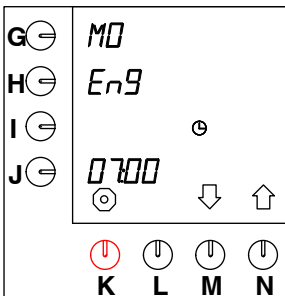

Fig. 30 Språkinställning
- Efter 10 sekunder visas standardinställningen "EnG" blinkande bredvid programmeringstangenten (fig. 30).